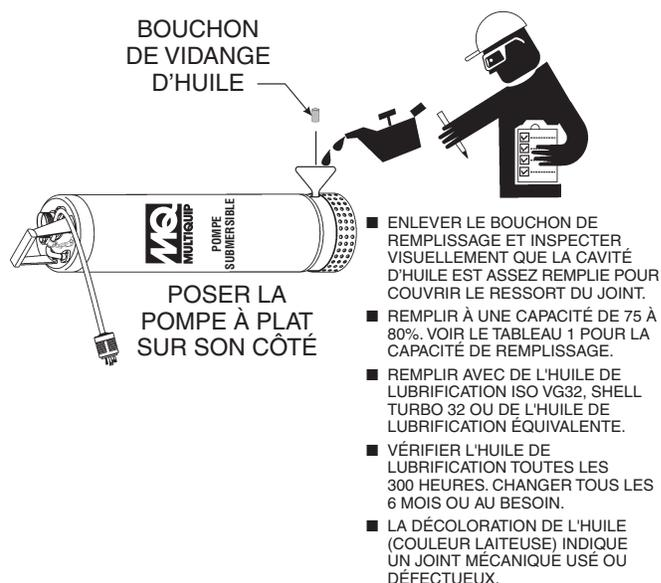

Figure 21. Ajouter de l'huile de lubrification
1. Mettre la pompe (Figure 21) sur le côté avec le bouchon d'huile tourné vers le haut.
2. Utiliser un entonnoir (Figure 21) et remplir la cavité d'huile avec de l'huile de lubrification ISO VG32 ou son équivalent. La capacité de la cavité d'huile de la pompe est de 300 cc. Remplir à 75-80% de la capacité pour permettre l'expansion. Changer l'huile hydraulique tous les 6 mois (1 000 heures) ou au besoin.